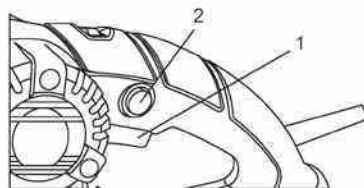

Fig. 7
El botón de encendido (2) se utiliza para mantener el disparador a gatillo ON/OFF en la posición de ON (Fig. 7). Al mantener el disparador a gatillo en ON disminuirá la fatiga en las manos que se produce por hacer uso de la herramienta por periodos de tiempo prolongados.
1. Para mantener el disparador a gatillo en ON, presione el disparador (1) para encender la herramienta en ON.
2. Al presionar el disparador, presione el botón de encendido (2) en el mango.